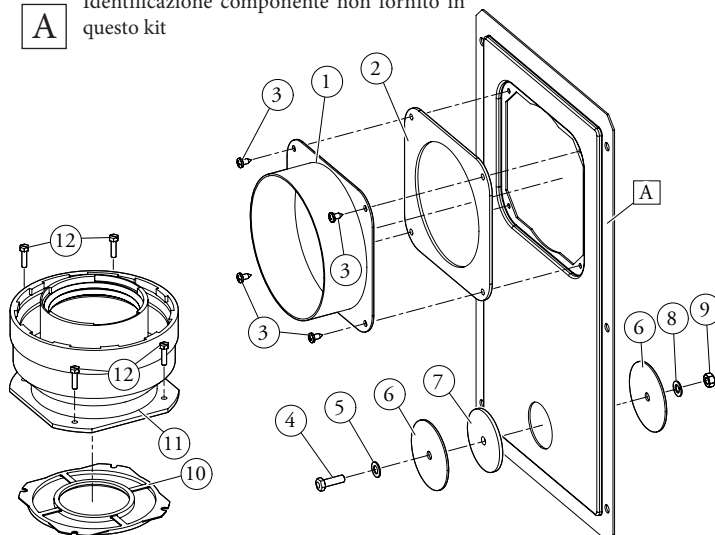
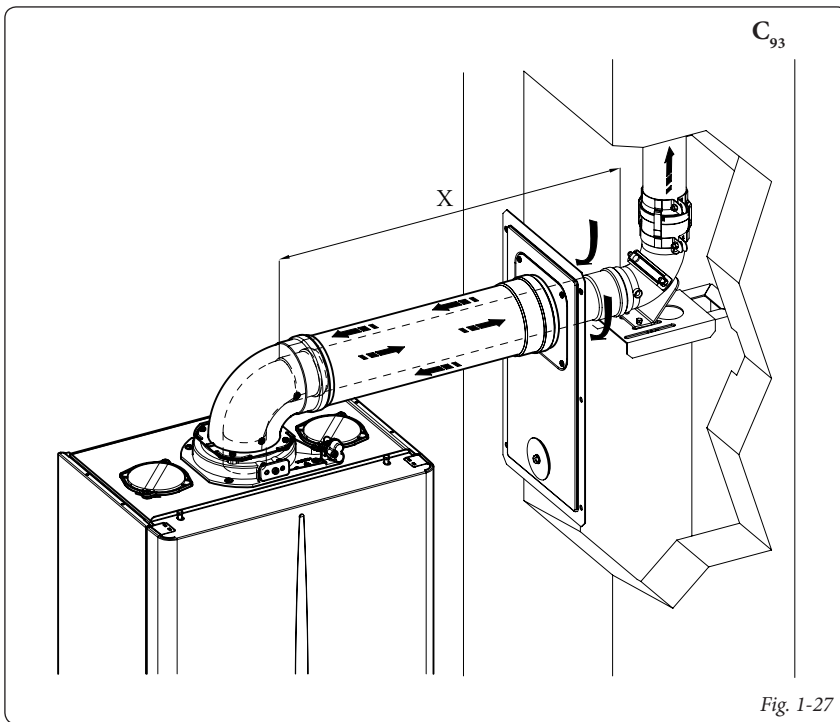

Fig. 1-26
Fig. 1-27
- Montare i componenti del kit "C9" sul portello (A) del sistema intubamento (Fig. 1-26).
- (Solo versione Ø 125) montare l'adattatore flangiato (11) interponendo la guarnizione concentrica (10) sulla caldaia fissandolo con le viti (12).
- Predisporre la fumisteria della caldaia calcolando che il tubo interno del kit concentrico dovrà innestarsi fino a battuta nella curva del sistema intubamento (quota "X" fig. 1-27), mentre il tubo esterno deve arrivare a battuta sull'adattatore (1).
- Montare il coperchio (A) completo di adattatore (1) e tappi (6) a parete e assemblare la fumisteria al sistema intubamento.
Una volta assemblato correttamente tutti i componenti i fumi di scarico verranno espulsi mediante il sistema intubamento, l'aria comburente per il normale funzionamento della caldaia verrà aspirata direttamente dal cavedio (Fig. 1-27).
Per la determinazione del sistema fumario C₉₃ in configurazioni differenti da quella appena descritta (Fig. 1-27) occorre considerare che 1 metro di condotto intubato secondo le indicazioni descritte ha un fattore di resistenza uguale a 4,9.
Per la determinazione del sistema fumario C₉₃ in configurazioni differenti da quella appena descritta (Fig. 1-27) occorre considerare le seguenti perdite di carico: